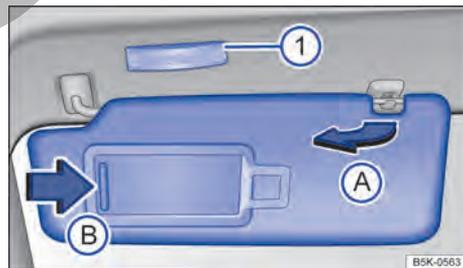

Fig. 82 Parasol.
- Retirar el parasol con cuidado del soporte sujetando la base de fijación y girar en la dirección de las puertas → fig. 82 A).
En el parasol plegado hacia abajo se encuentra un espejo de cortesía atrás de una cubierta. Al abrir la cubierta → fig. 82 B) se enciende una luz ①.